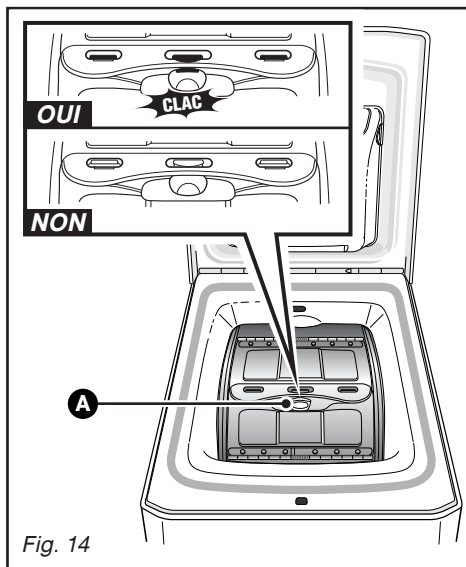

Fig. 14
- Ouvrez le tambour en appuyant sur le poussoir **A** situé sur le portillon avant (Fig. 14).
**Vérifiez que les trois crochets et le liseré du poussoir sont bien visibles (Fig. 14).**